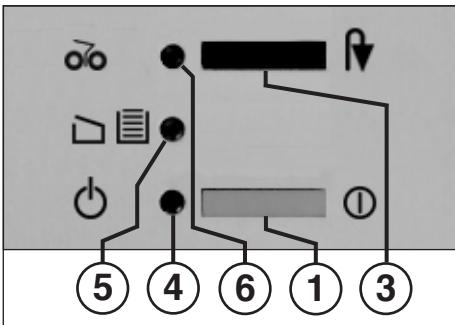

Fig. 1
#### 3 = Pulsador „retroceso“ (fig. 1)
„Disponibilidad de servicio“ (fig. 1)
#### 5 = Indicación de control (fig. 1)
„Acumulación de papel“ (fig. 1)
- Conectar la máquina mediante el pulsador (1) (fig. 1). Se ilumina la indicación de control (4) (fig. 1).
Cuando la bolsa recogedora está llena, la máquina se desconecta. La indicación de control “Bolsa recogedora llena” (5) (Fig. 1) se enciende. Vacíe la bolsa recogedora como sigue:
- Introduzca el marco deslizante junto con la bolsa recogedora y cierre la puerta. El indicador de control (5) (Fig. 1) se apaga.
Observe que el aparato esté siempre desconectado durante la noche (accionar el pulsador (1) (fig. 1)).
- El indicador de control (6) (Fig. 1) se enciende.